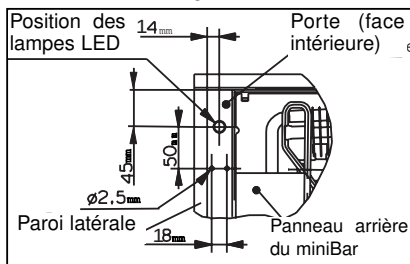

Figure 10.
2. Percez les trous nécessaires à la lampe LED conformément aux figure 10 et 11.